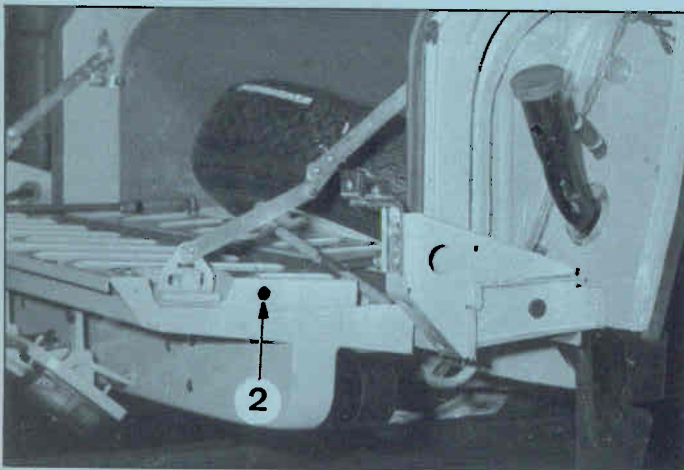

Fig. 10
4. Onderklep achtertoegang (Break) (afb.10)
- Verwijder de plug (2) uit het gat aan de rechter zijkant van de klep (indien aanwezig).